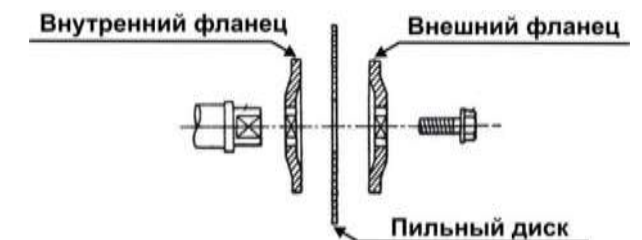

Рис. 10
Установите пильный диск (34) в соответствии с последовательностью, указанной на Рис.10 так, чтобы зубья пильного диска (34) были направлены вниз в передней части пилы, Рис.8. Положение надёжно закрепите винтом (32).
#### 11.2. Регулировка угла наклона пиления 45°, Рис. 10,14